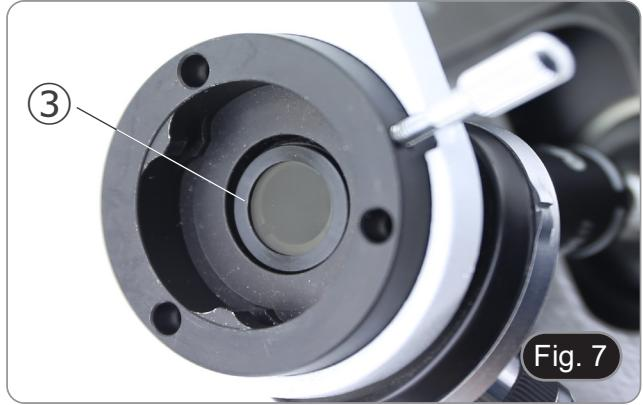

Fig. 7
3. Inserir o analisador no orifício dentro da armação ③. (Fig. 7)